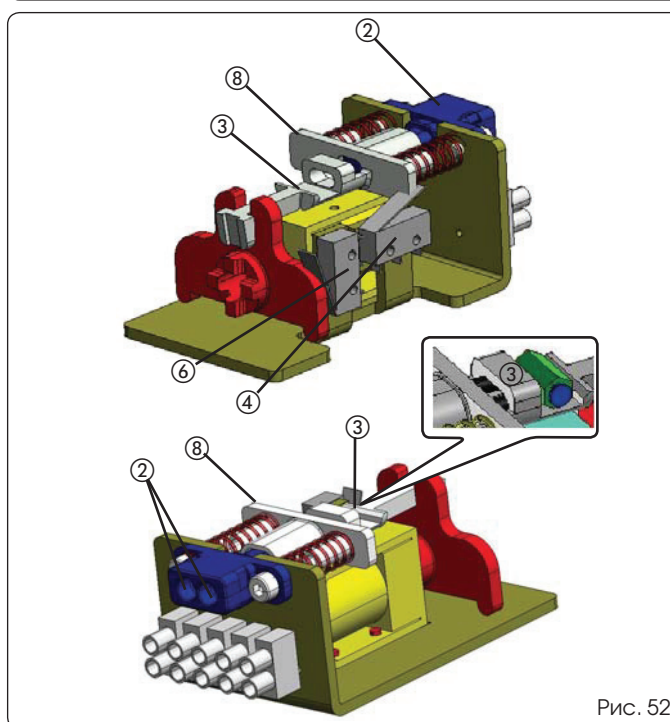

Рис. 52
- Дотяните трос с оболочкой до детали 2, указанной на рис. 52, и отрежьте лишнюю оболочку.
- Выполните прокладку троса (рис. 52, поз. 2) внутри детали, дотянув оболочку до конца.
- Вставьте трос в зажим (рис. 52, поз. 3).
- Проверьте работу устройства аварийного открывания, повернув ручку на 90°. Убедитесь, что микровыключатель открывания дверей срабатывает при оттягивании ручки (рис. 52, поз. 4).
Следуйте инструкциям данного раздела, которые относятся к панели управления, при выполнении электрических подключений устройства блокировки двигателя. Если необходимо установить внешнее устройство аварийного открывания, используйте соответствующие кнопки. Вставьте трос аварийного открывания в устройство блокировки двигателя, используя соответствующее углубление (рис. 52, поз. 2).
Установите контрольный микровыключатель, как показано на рис. 52, поз. 6. Инструкции по электрическому подключению и программированию см. в разделе с описанием панели управления/дополнительного оборудования данного руководства.